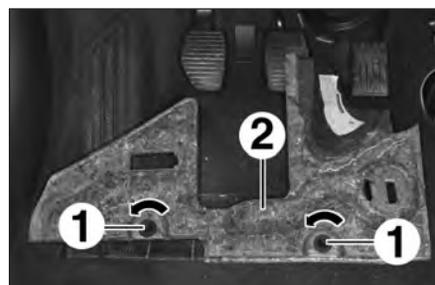
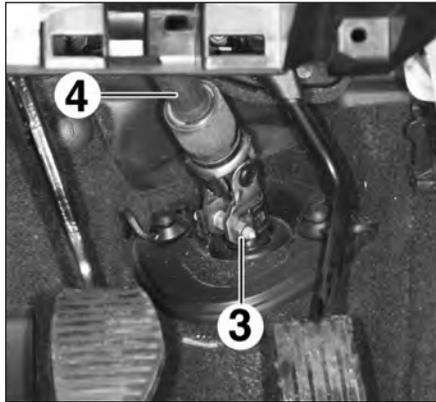

FIG.6
FIG.14
- Tourner les vis quart de tour (1) (Fig.6).
- Déposer la garniture inférieure gauche (2) de la planche de bord.
- Déposer le boulon (3) de l'arbre intermédiaire (4) de la colonne sur le boîtier de direction (Fig.14).